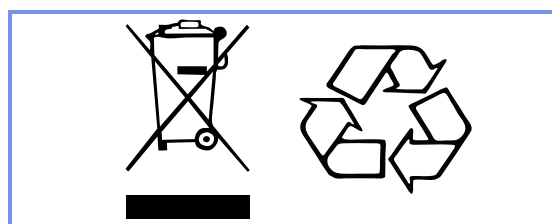

Figura 1
- Para el reciclado y desecho de las baterías deberán seguirse las reglas y regulaciones locales, de conformidad con la directiva sobre RAEE (residuos de equipos eléctricos y electrónicos). De no hacerse así, las baterías podrán explotar, soltar su contenido y causar lesiones personales. Al devolver las baterías, aisle los bornes con cinta adhesiva. De lo contrario, la electricidad residual de las baterías usadas puede provocar incendios o explosiones. La figura 1 a continuación muestra los símbolos indicadores de desecho y reciclado.